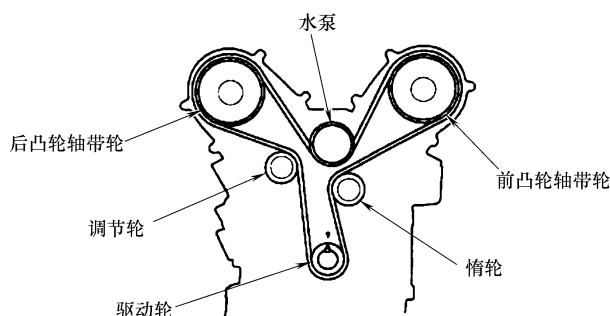

图 23-36 安装正时带
5) 按照图 23-36 所示, 从驱动轮开始, 沿逆时针方向安装正时带。